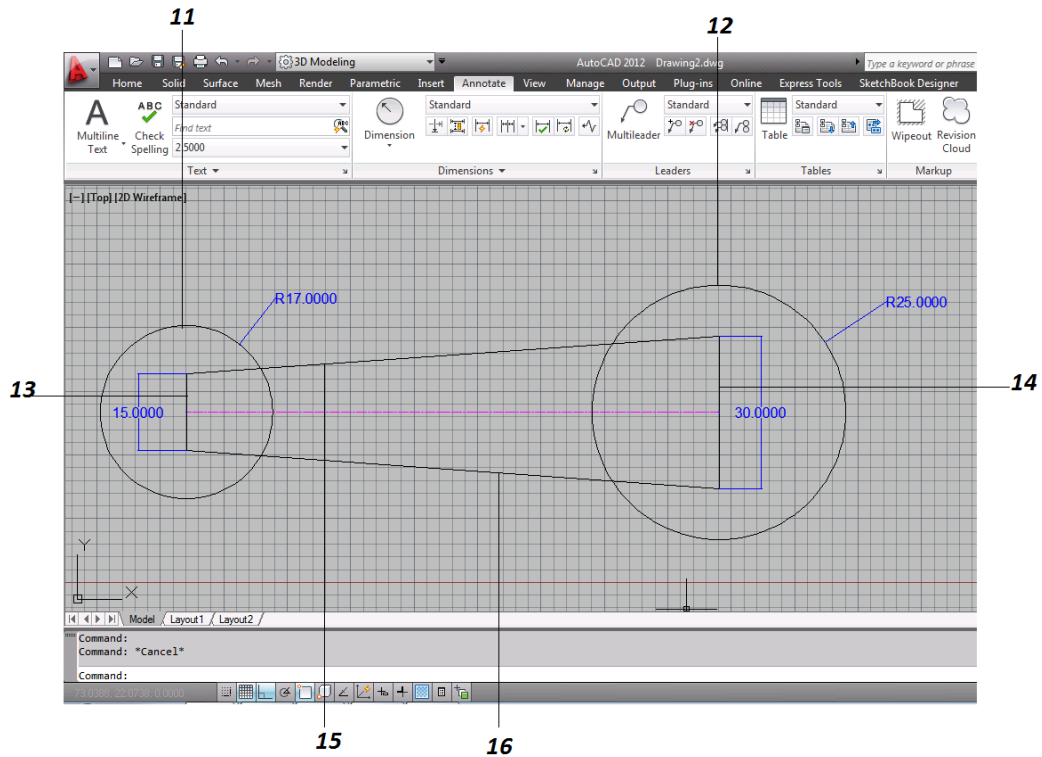

Figura 4.2 Ejercicio 1
11. Se crea un círculo de lado izquierdo de la línea guía con un radio de 17 unidades (figura 4.2).
12. Se crea un círculo de lado derecho de la línea guía con un radio de 25 unidades (figura 4.2).
13. Se crea una línea de lado izquierdo de la línea guía con una longitud de 15 unidades (figura 4.2).
14. Se crea una línea de lado derecho de la línea guía con una longitud de 30 unidades (figura 4.2).
15. Ahora se unen los extremos superiores de las líneas que se encuentran en los extremos de la línea guía (figura 4.2).
16. Ahora se unen los extremos inferiores de las líneas que se encuentran en los extremos de la línea guía (figura 4.2).